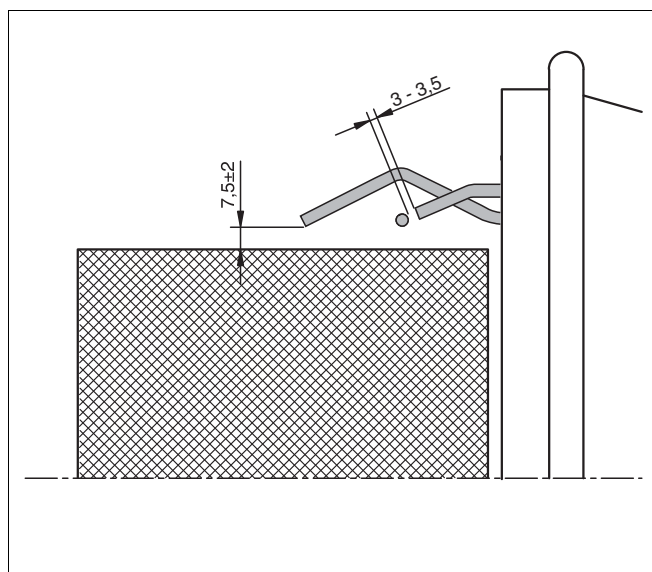

Рис. 4 Проверка положения электродов
1. Откройте дверцу горелки и проверьте положение запальных и контролирующего электродов по размерам на (рис. 4). Если не удастся отрегулировать креплением, то электроды можно подогнуть, но только в "теплом" состоянии (например, разогрев их паяльной лампой), иначе они легко сломаются. После этого закройте дверцу горелки.